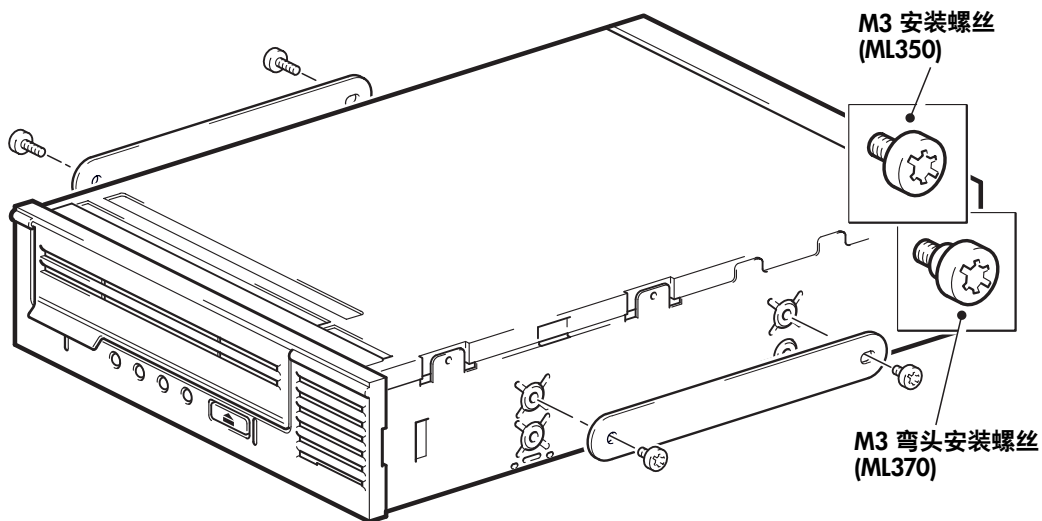

图 5b：在一台普通的 HP ProLiant 350 或 HP ProLiant 370 服务器上拧上安装螺丝
- 1 使用 T8 Torx 螺丝刀来拧紧相应的螺丝。您可能需要单独购买 M3 螺丝。按照如图 5b 所示放置螺丝。